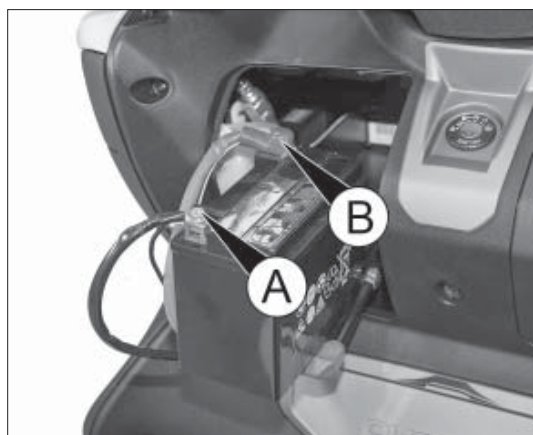

fig. 10
- sganciare il morsetto A fig. 10 (negativo) dalla batteria e successivamente il morsetto B (positivo). Per rimontare la batteria eseguire il procedimento inverso, facendo attenzione ad agganciare prima il morsetto B fig. 10 (positivo) e poi quello negativo A fig. 10.